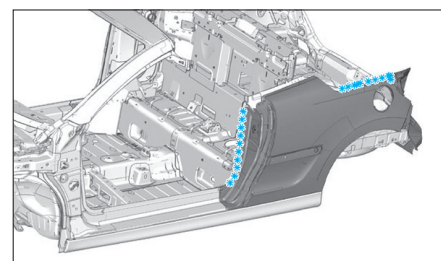
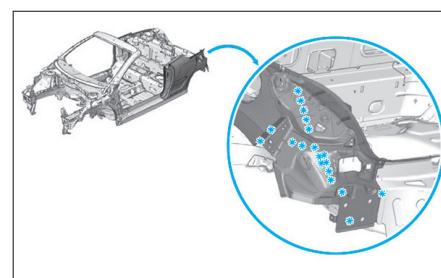
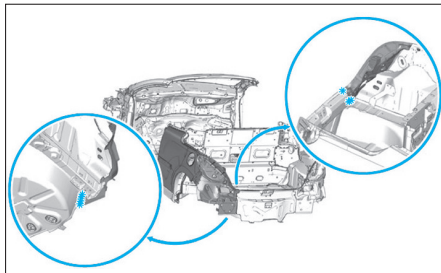

FIG. 70
FIG. 71
FIG. 72
- Dépointer aux endroits indiqués (Fig.70), (Fig.71) et (Fig.72).